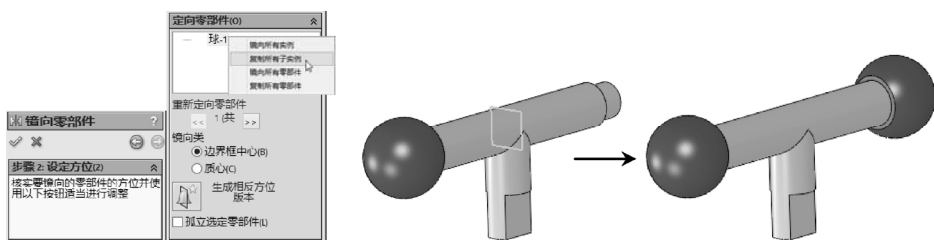

图 5-54 典型的镜像零部件阵列
- 镜像零部件阵列 : 主要用于将零部件对称放置, 如图 5-54 所示, 操作时需要选择镜像面和镜像零件。单击“镜像零部件”对话框顶部右侧的箭头, 可打开“重定向零部件”卷展栏, 在其中可单击“生成相反方位版本”按钮调整镜像体的方向, 也可右击“定向零部件”列表框中的零部件, 在弹出的快捷菜单中选择镜像或复制零部件, 被复制的零件可以具有与源零件不同的特征。